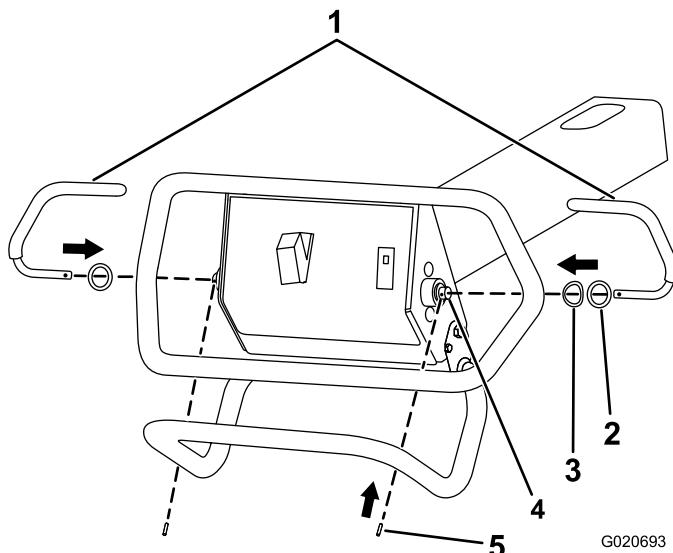

図 7
- ピボット軸の左端部にベイルを差し込む (図 7)。
2. ベイルについている穴を、ピボット軸の穴に合わせる（図 7）。
3. ベイルの穴とピボット軸の穴とにロールピンを通す（図 7）。
4. ピボット軸の右端部にベイルを差し込む（図 7）。
5. ベイルについている穴を、ピボット軸の穴に合わせる（図 7）。
6. ベイルの穴とピボット軸の穴とにロールピンを通す（図 7）。